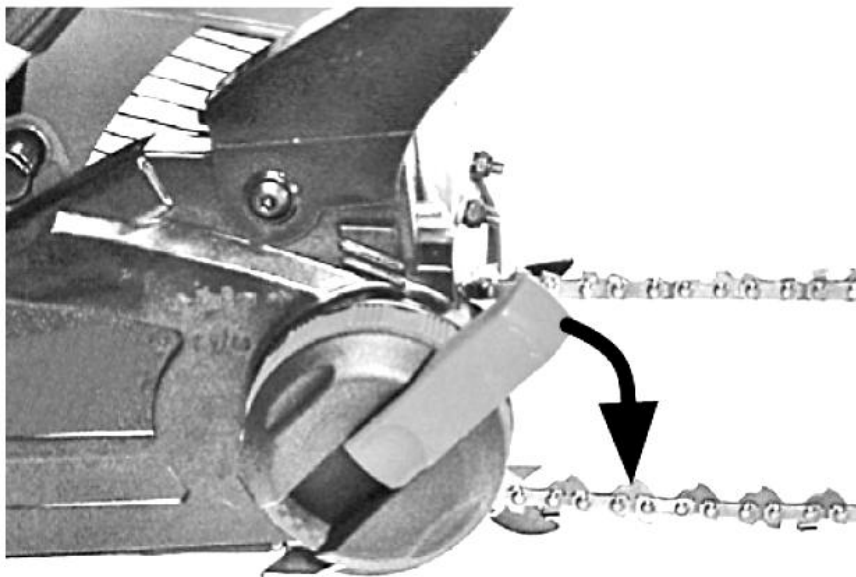

Рис. 9
11. Выдвиньте зажимной рычаг (если ранее его задвигали) и, удерживая носок шины в приподнятом положении, зажмите крышку тормоза цепи, обеспечив надёжную фиксацию шины и цепи. Задвиньте зажимной рычаг обратно (см. Рис. 9).